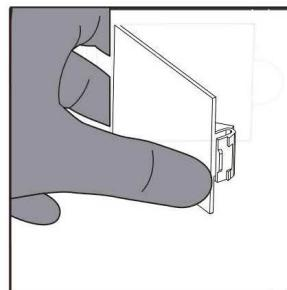

Abb. 9
- Entfernen Sie die Klappe (Abb.9)